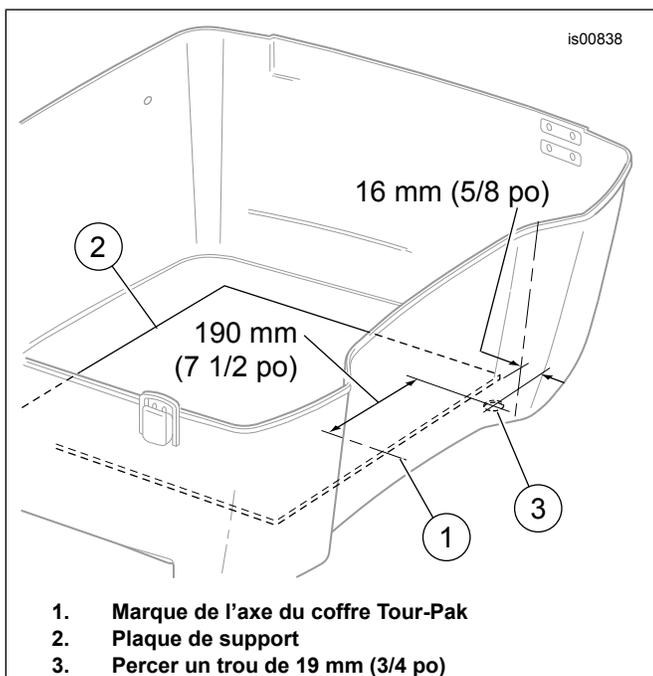

Figure 2. Emplacement de percage de câble d'antenne AM/FM (Tour-Pak de type 1)
- a. Voir la Figure 2. Mesurer et déterminer le centre (1) de la plaque de support (2) qui recouvre le fond du coffre Tour-Pak.